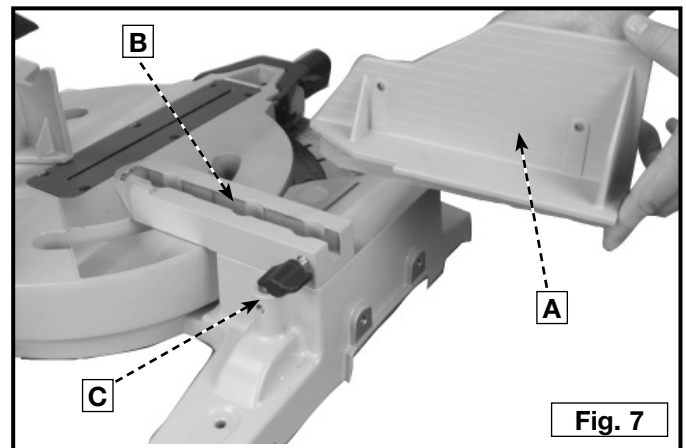

Fig. 7
La scie est dotée de deux sections de guides. Les deux sections de guides, l'une d'elle étant illustrée à la (A) fig. 7, sont réglables et devaient être positionnées aussi près que possible de la lame pour toutes coupes biseautées ou droites pour un support adéquat et une coupe précise.